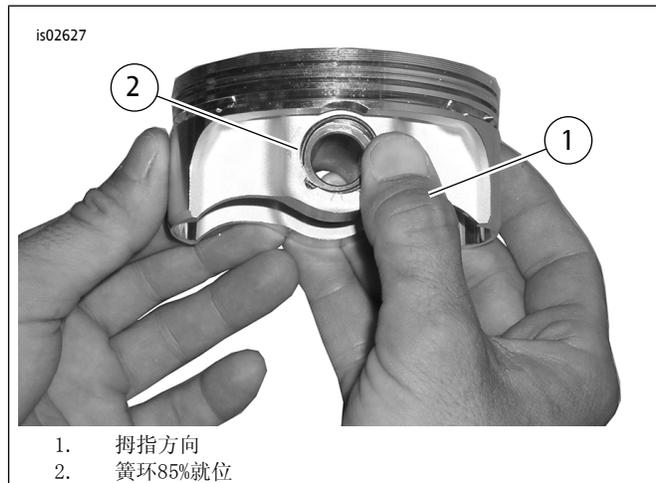

图4。安装簧环
- 参见图4。按照图示定位您的拇指(1)，用力按压，直至大约85%的簧环(2)在槽中就位。